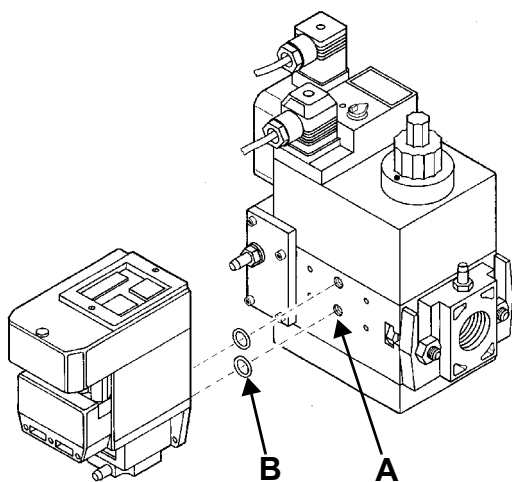

Рис. 34
- 3). снять крепежные винты группы Multibloc (Рис. 34-А)
- 4). вставить уплотнительные кольца (10,5x2,25) в VPS 504 (Рис. 35-В, Рис. 34-В)
- 5). закрутить 4 винта блока контроля герметичности (M4x16) Рис. 34-С.